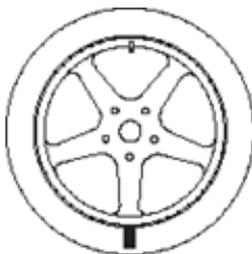

Рис. F5.6. Маркировка шины на 180° относительно клапана
5. Снимите колесо с вала, передвиньте шину относительно обода так, чтобы метка находилась на 180° относительно клапана (ниппеля) (см. рис. F5.6).